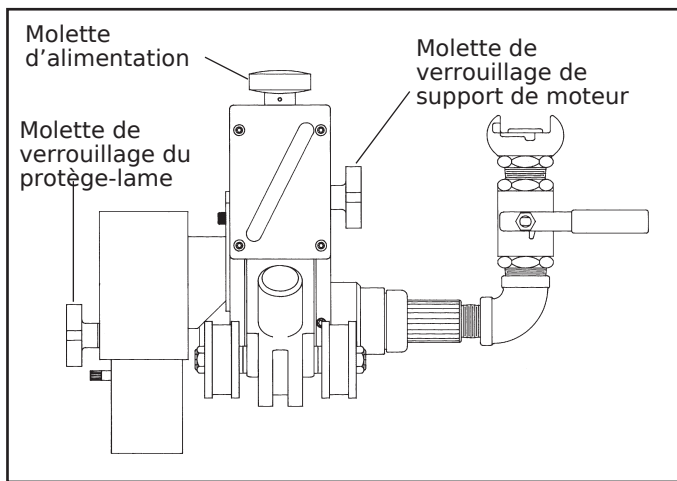

FIG. 4
1. Desserrez la molette de verrouillage de support du moteur. (Fig. 4)
2. Tirez le support de moteur le plus possible vers le haut en faisant tourner la molette d'alimentation dans le sens contraire des aiguilles d'une montre. (Fig. 4)
2. Tournez la molette d'alimentation de l'outil de coupe dans le sens des aiguilles d'une montre. (рис. 4) Опустите двигатель и режущий инструмент к трубе, не касаясь её. Фиксирующая рукоятка кронштейна двигателя должна быть затянута, но кронштейн должен скользить.
- 2.* Проверьте толщину стенки разрезаемой трубы, затем вращайте рукоятку подачи (рис. 4), пока указатель не покажет нужную глубину реза. Оставьте не менее ¼ дюйма вылета диска сверх глубины реза.
*Единственное исключение — работа фасковым резцом на пластиковых трубах: там резец подают, пока фасковый резец не начнёт резать. В этот момент по указателю глубиномера можно определить величину фаски. Полная подача даёт фаску 15/16 дюйма. (рис. 4)
3. Serrez la molette de verrouille de support du moteur. (Fig. 4)
4. Затяните фиксирующую рукоятку защиты диска примерно в 1/8 дюйма от трубы. (рис. 4)